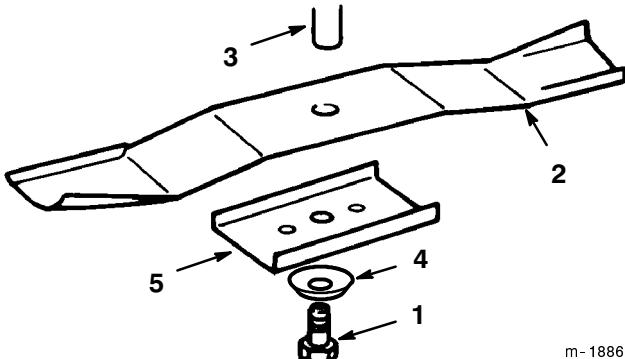

Figure 37
3. Enlevez le boulon (clé de 16 mm [5/8"]), la rondelle bombée, le porte-lame et la lame (Fig. 37). Pour enlever le boulon, bloquez éventuellement la lame en introduisant une cale en bois entre la lame et le carter de tondeuse.
1. Montez la lame, le porte-lame, la rondelle bombée (face concave vers la lame) et le boulon de lame (Fig. 37).